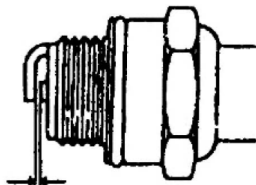

Рис. 14
- Проверьте зазор между электродами специальным плоским щупом. Нормальный зазор должен составлять 0,7–0,8 мм. При необходимости отрегулируйте величину зазора, осторожно подгибая боковой электрод (рис. 14).